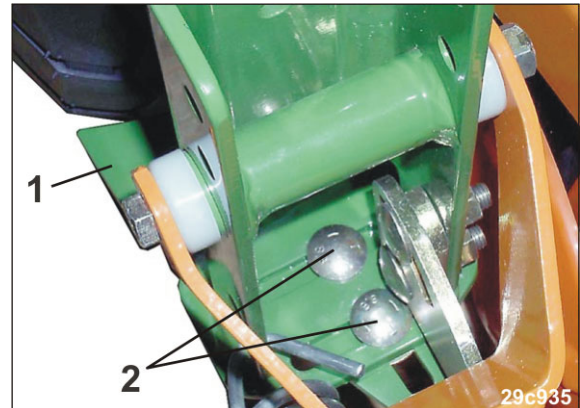

Fig. 232
1. Løsne skruen (Fig. 232/2).
2. Still inn hjulavstrykeren (Fig. 232/1).